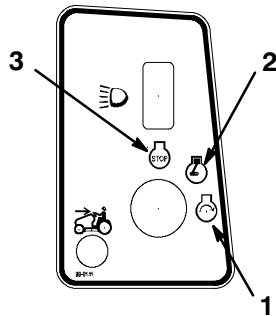

Bild 9
5. Drehen Sie den Zündschlüssel im Uhrzeigersinn und halten ihn auf Start (Bild 9). Lassen Sie den Schlüssel sofort los, wenn der Motor anspringt.
2. Stellen Sie den Zündschlüssel auf AUS und ziehen ihn (Bild 9).